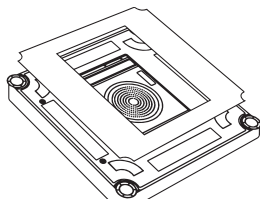

图6
- B. 将抹布正确的贴到机身底部，确保不要挡住驱动轮和防摔传感器。（图6）